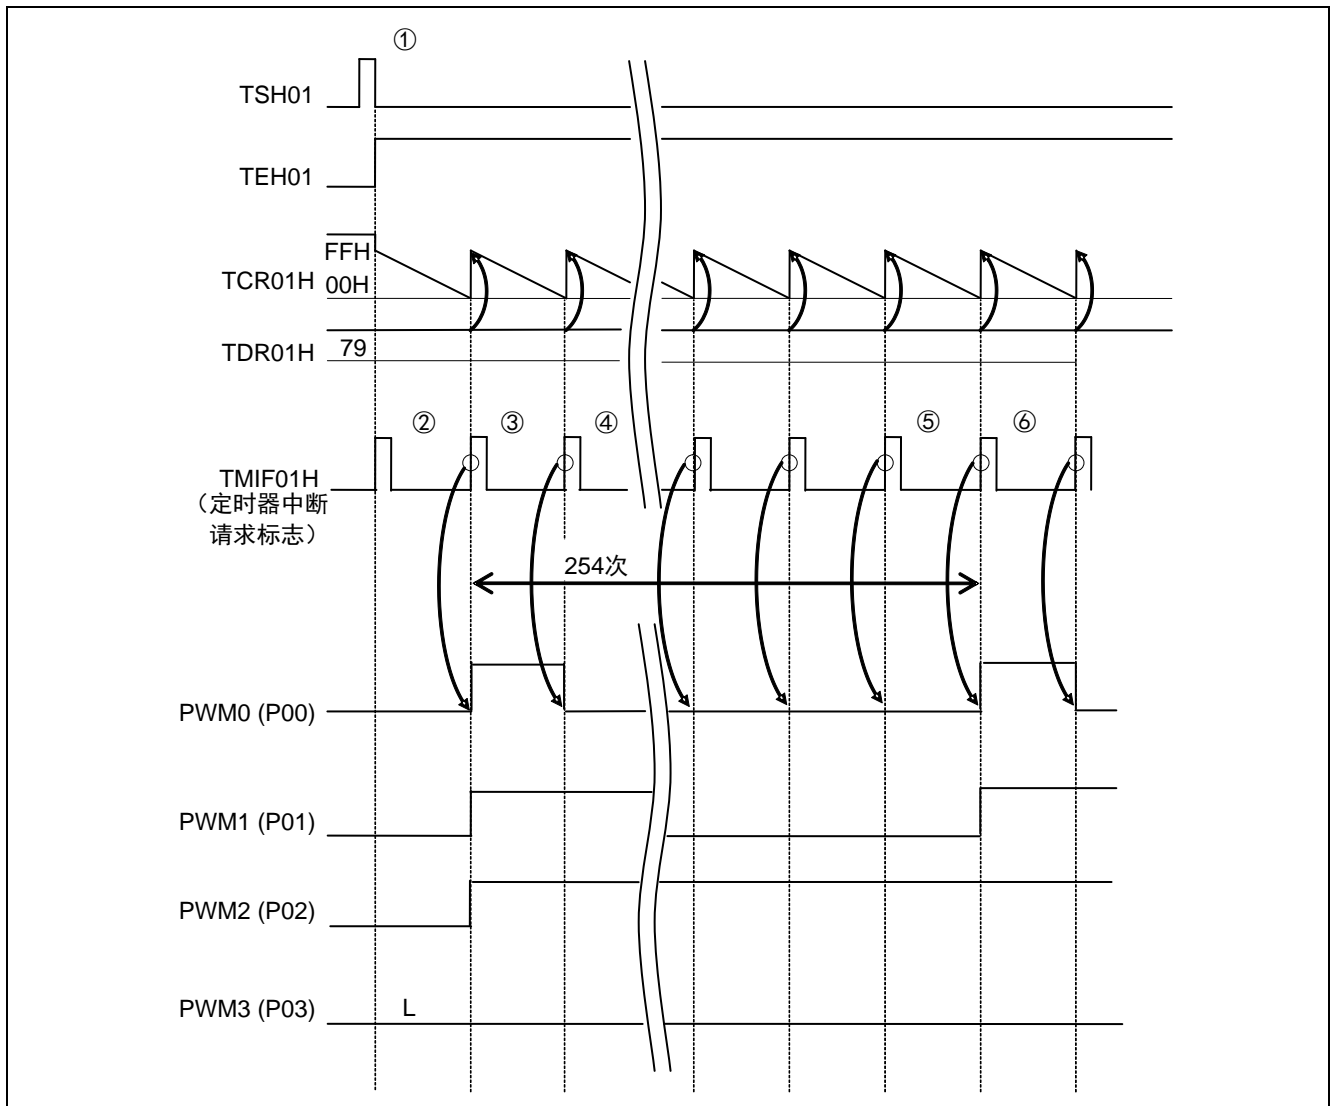

图 1.3 多重 PWM 输出的时序图
如有按键输入，则从占空比数据中选择下一组数据，经过相同的操作，即可变更 PWM 信号的占空比。多重 PWM 输出的时序图，请参见“图 1.3”。
- ① 设置输出数据的初始值，启动定时器（TAU 通道 1）。当被指定的占空比为 0% 时初始值设 0，除此之外的其他情况则设 1。（“图 1.3”为 PWM3 = 0% 的情况。）
- ② 定时器启动后，会立即产生 TAU 通道 1 的中断（INTTM01H），请忽略此次中断。CPU 在 HALT 模式下等待定时器中断。
- ③ TAU 通道 1 的中断（INTTM01H）发生后，设好的初始值被输出到端口并开始运行。此时，对应于各个 PWM 信号的用来指定占空比的计数器进行递减计数，当值为 0 时，对应于输出的下一个输出数据被清零（相当于 PWM0）。另外，指定 PWM 信号周期的计数器也在进行递减计数。
- ④ 接下来，TAU 通道 1 的中断（INTTM01H）发生后，将准备好的下一个数据输出至端口。这里，PWM0 会输出 0，且同样是对应于各个 PWM 信号的用来指定占空比的计数器和指定 PWM 信号周期的计数器进行递减计数。
- ⑤ 当第 254 次有效 INTTM01H 发生，指定 PWM 信号周期的计数器递减计数变为 0 时，下一个数据变回初始值。当占空比为 100% 时，输出不会变为 0，保持 1 的状态。
- ⑥ 之后重复步骤③ ~ ⑤。